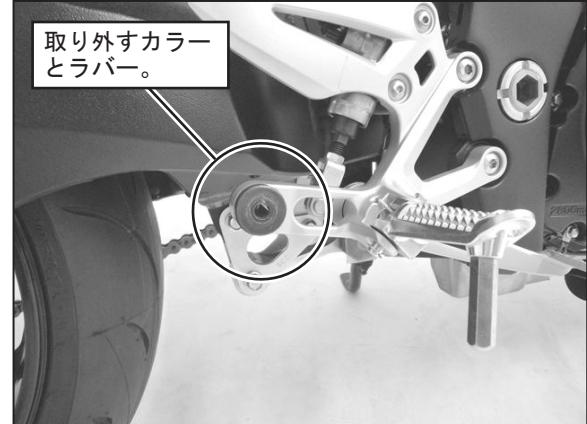

FIG. 9
10. 純正サイレンサー取付位置のグロメットカラーとグロメットラバーを取り外して下さい。（FIG. 9参照）